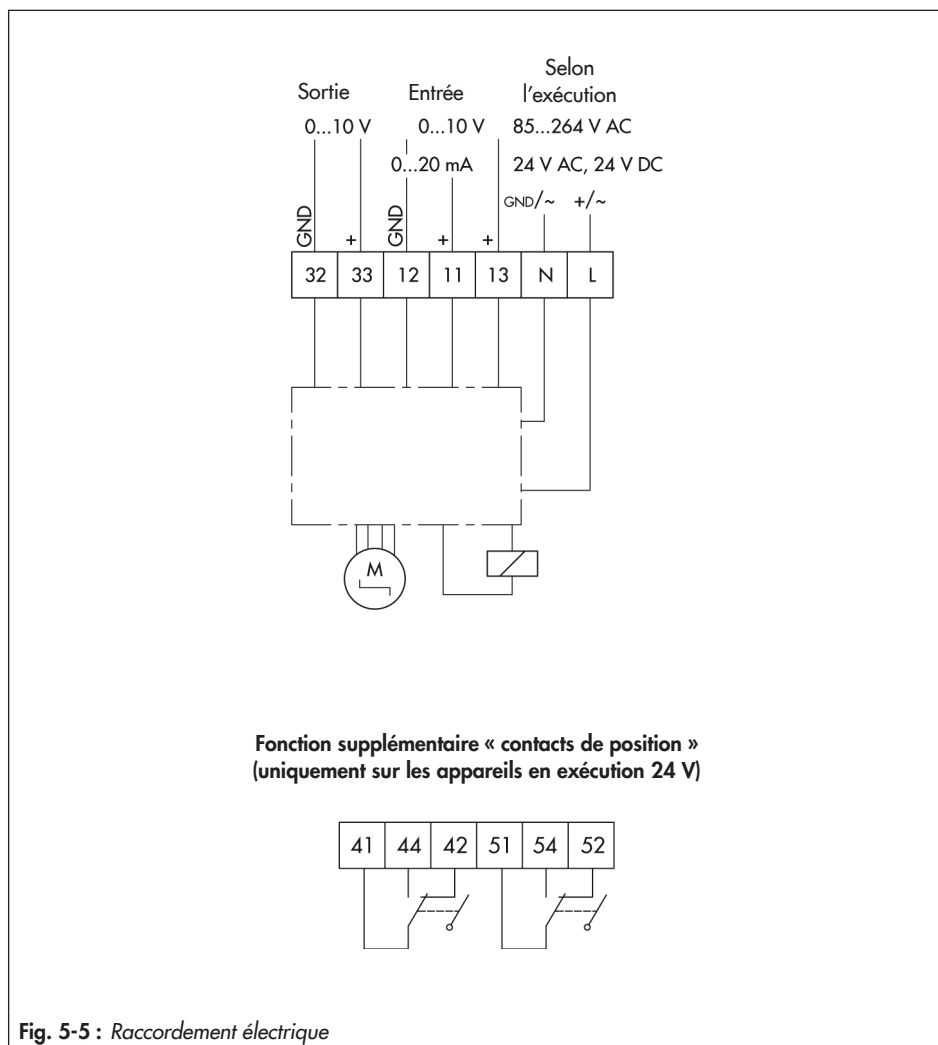

Fig. 5-5 : Raccordement électrique
- Procéder au raccordement électrique selon la Fig. 5-5.